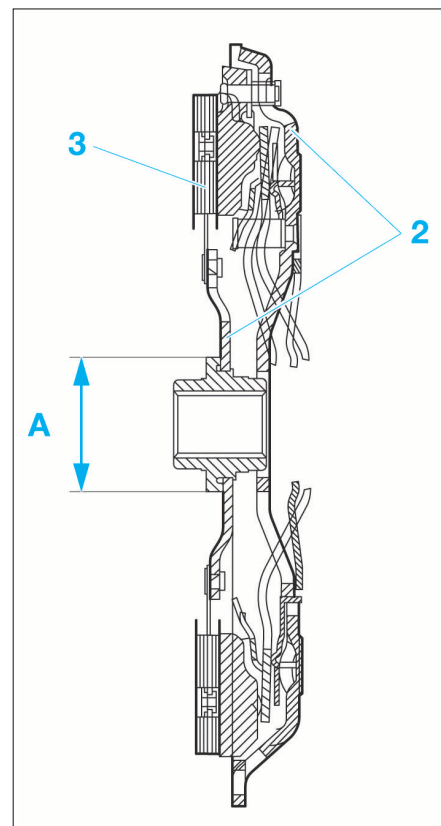
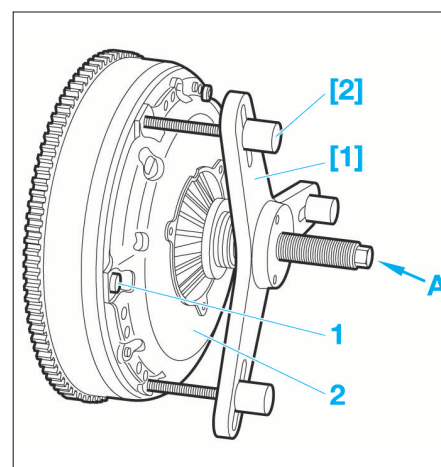
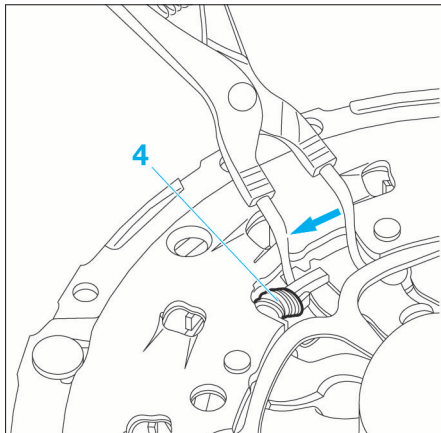

FIG. 3
FIG. 4
FIG. 5
- Poser le disque d'embrayage (3).
Positionner le plus gros diamètre (A) du moyeu du disque d'embrayage côté volant moteur (Fig.3).
- Centrer le disque d'embrayage (3) à l'aide du mandrin de centrage d'embrayage ref. 0217.C1.
- Reposer le mécanisme d'embrayage (2) (Fig.4).
- Positionner les outils [1] (compresseur de mécanisme d'embrayage ref. 0217.A) et [2] (tige de maintien Ø 8 mm ref. 0217.B2) sur le mécanisme d'embrayage.
- Visser les 3 tiges de maintien [2] à la place des vis (1).
- Visser la vis "A" de l'outil [1] pour comprimer le mécanisme d'embrayage (2).
- Reposer les vis (1) et les serrer à $2 \pm 0,2$ daN.m.
- Dévisser la vis "A" de l'outil [1] de quelques tours pour détendre le mécanisme d'embrayage (2).
- Poser les vis (1) restantes.
- Serrer les vis (1) à $2 \pm 0,2$ daN.m.
- reposer le mécanisme d'embrayage (2) sans le disque d'embrayage (3).
- positionner les outils [1] et [2] sur le mécanisme d'embrayage (Fig.4).
- visser les 3 tiges de maintien [2] à la place des vis (1).
- visser la vis "A" de l'outil [1] pour comprimer le mécanisme d'embrayage (2).
- comprimer les 3 ressorts de rattrapage de jeu (4) à l'aide d'une pince ou d'un tournevis (suivant flèche) (Fig.5).